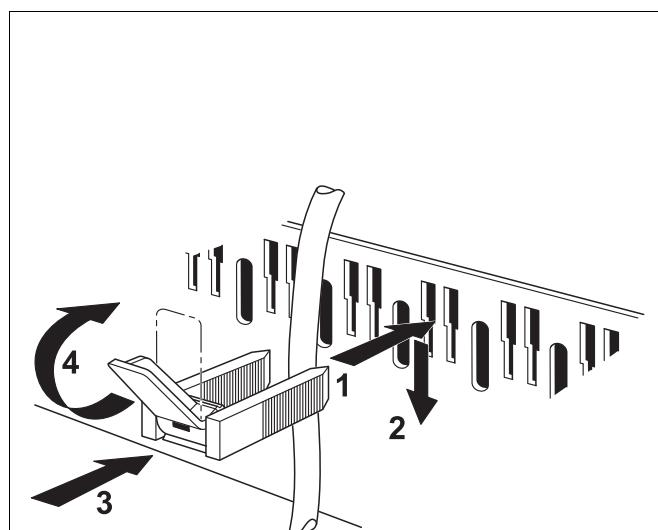

Рис. 14 Крепление провода хомутом
- Все провода закрепить хомутами (Рис. 14):
- Вставить хомут с проводом сверху в щели рамки (Рис. 14); пластинка рычага должна быть при этом направлена вверх (Рис. 14, шаг 1).
- Сдвинуть хомуты вниз (Рис. 14, шаг 2).
- Нажать на хомут (Рис. 14, шаг 3).
- Повернуть рычажок вверх (Рис. 14, шаг 4).